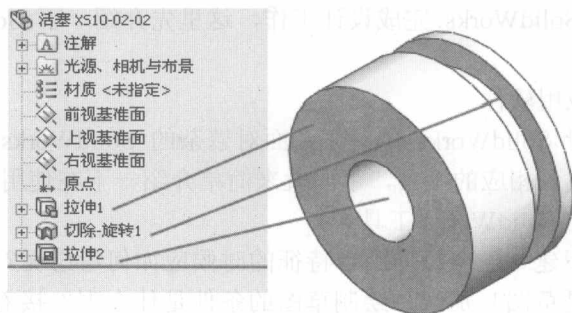

图 1-11 特征和设计树的对应关系
(4) FeatureManager 设计树: 也叫特征管理器设计树, 是用来显示图形区域模型结构的一种树状结构。FeatureManager 设计树不仅可以显示特征创建的顺序, 而且还可以选择、查找、查询特征, 在 FeatureManager 设计树中选择特征可以完成相关的操作, 如改变特征顺序、编辑或修改特征等。如图 1-11 所示, FeatureManager 设计树中显示的项目与图形区域具有一一对应的关系。
(5) 关联工具栏: 关联工具栏是 SolidWorks 2008 用户界面的另一大改进, 当用户在图形区域或 FeatureManager 设计树中选择某对象(如基准面、模型表面、边线、特征)时, 系统将自动弹出关联工具栏, 从而可以使用户非常方便地确定所选对象的操作。
(6) 文件窗口的左侧区域: 每个文件窗口中, 除了包含图形区域外, 在文件窗口的左侧为 SolidWorks 文件的管理区域, 也称为左侧区域。左侧区域包括 FeatureManager 设计树、PropertyManager 属性管理器、ConfigurationManager 配置管理器和其他插件管理器(如 PhotoWorks 渲染管理器), 用户可以通过左侧窗口顶部的标签进行切换。
(7) S 工具栏: 由于 S 工具栏是通过按 S 键打开的, 因此称为 S 工具栏。当用户处于不同的工作环境, 例如, 在零件、装配体、工程图或草图绘制状态下, 按下 S 键以弹出 S